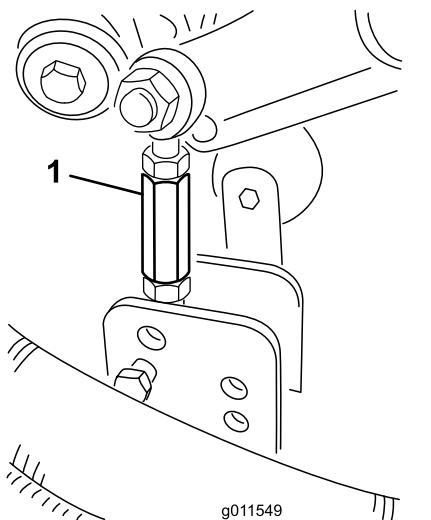

Figura 28
- Retire os pernos de gancho e os passadores de forquilha que fixam os elementos de ligação do amortecedor aos suportes da plataforma do cortador (Figura 28).